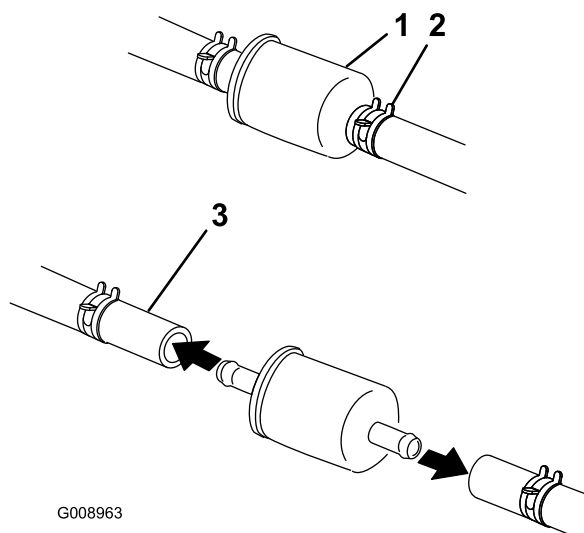

Figure 56
4. Fermez le robinet d'arrivée de carburant situé sous le siège (Figure 56).
5. Pincez les extrémités des colliers et faites glisser ceux-ci pour les éloigner du filtre (Figure 56).
7. Posez un filtre neuf et rapprochez les colliers de fixation des conduites du filtre (Figure 56).